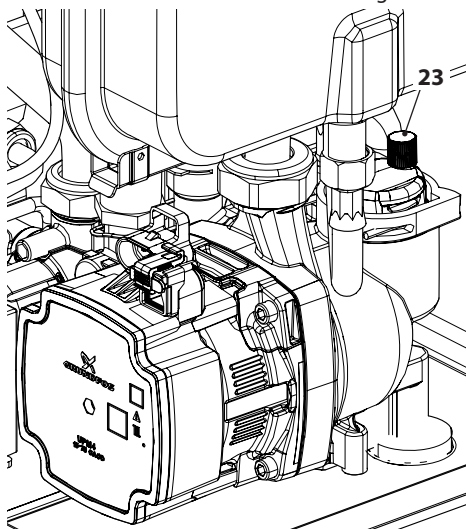

Figura 9.10
- Per facilitare lo svuotamento, svitare il tappo 23 della valvola di sfiato automatica in Figura 9.10.